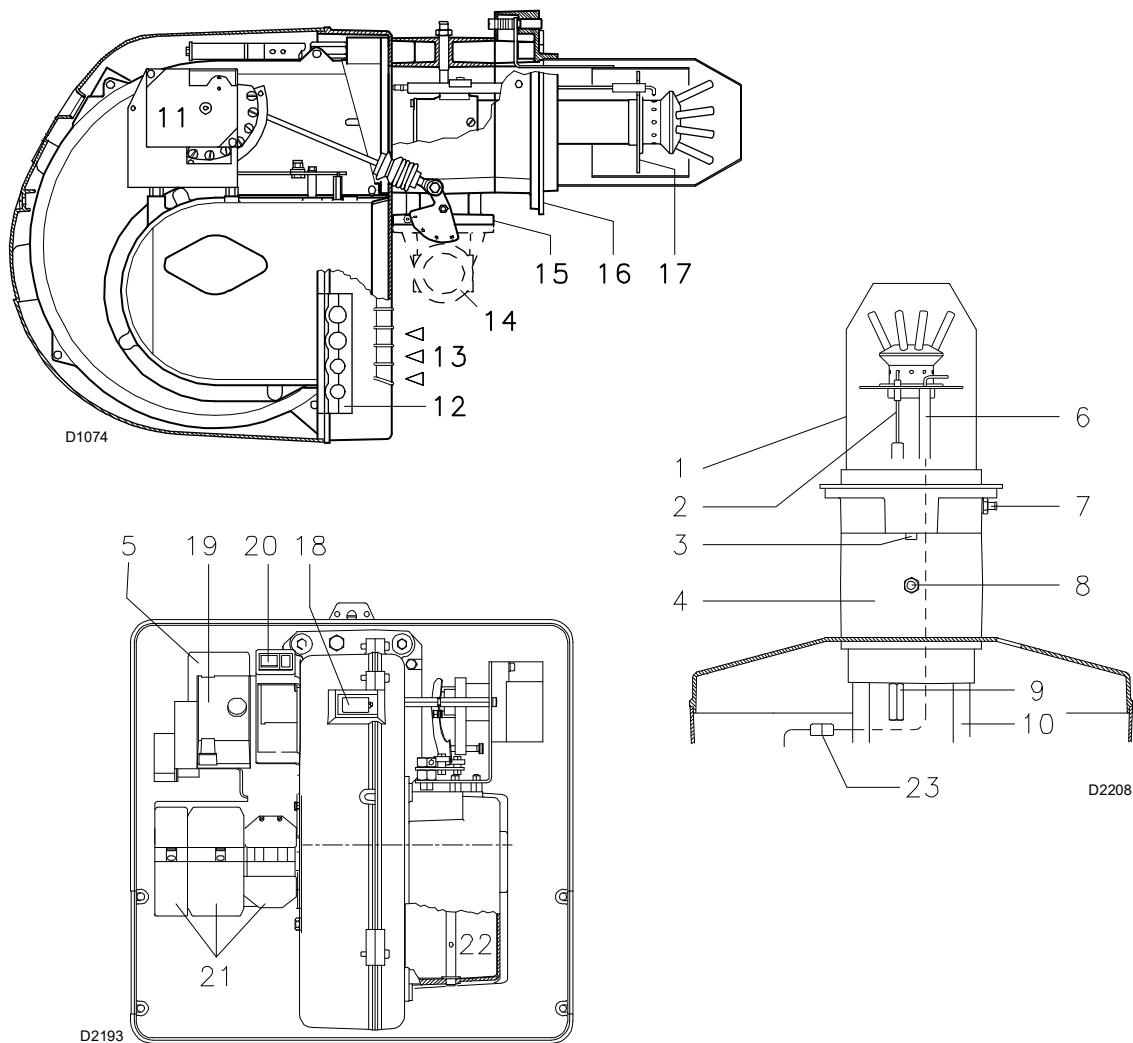

Fig. 6
► l'allumage du bouton de la boîte de contrôle de sécurité (19)(Fig. 6) signale que le brûleur s'est bloqué. Pour le déblocer, appuyer sur le bouton.